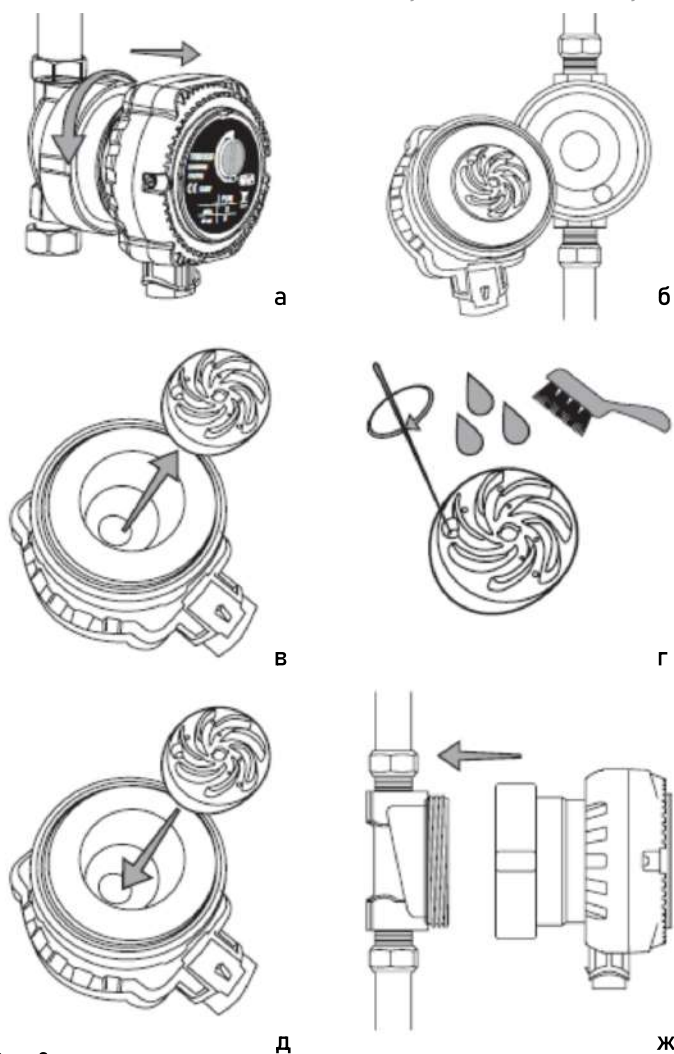

Рис. 3
7.3. Не реже 1 раза в год рекомендуется производить чистку ротора. Эта процедура производится в следующем порядке (см. рис.3):